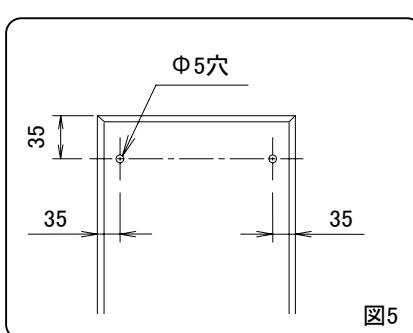

図5
- ②下台キャビネットの後板の所定位置に壁面取付け用の下穴(Φ5穴)を加工してください。(図5)